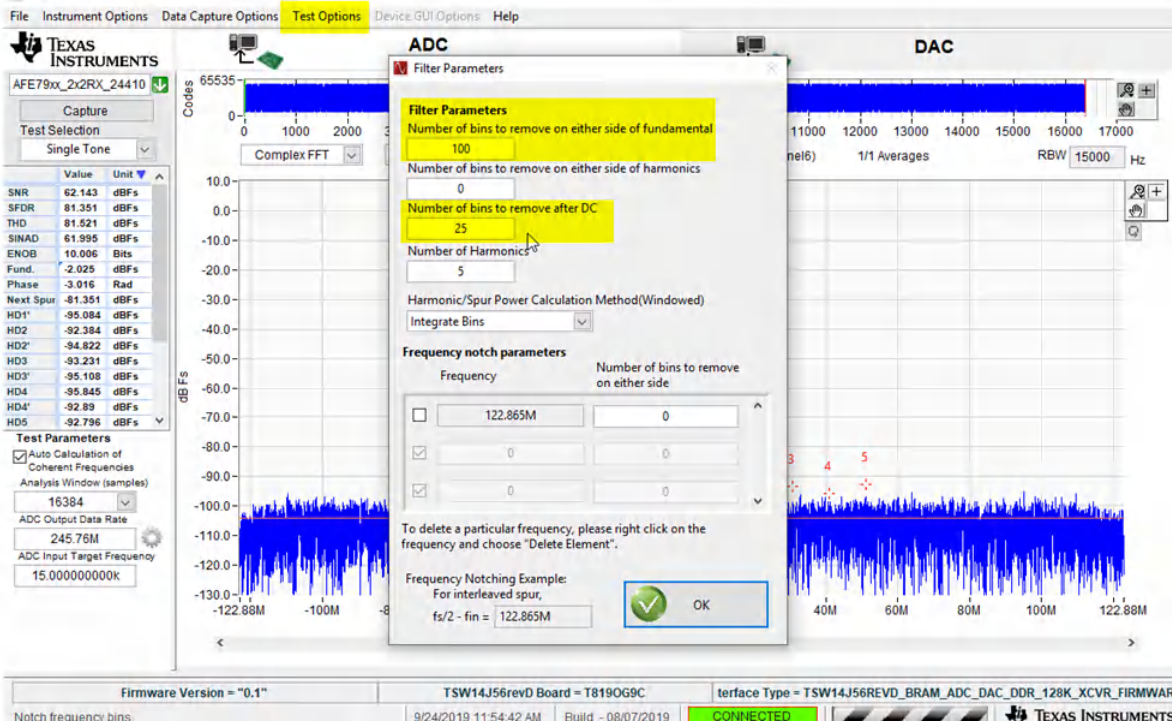

图 4-9. HSDC PRO ADC 性能 FFT 频段配置
1. 在开始捕获 RXADC 和 FBADC 性能之前，必须设置 HSDC PRO 的测试选项。转到 *Test Options* 以进入 *Filter Parameters* 菜单。默认情况下，需要在基波任一侧删除 25 个频段并在直流附近删除 25 个频段。如图 4-9 所示，将要在基波任一侧删除的频段数量更改为 100。